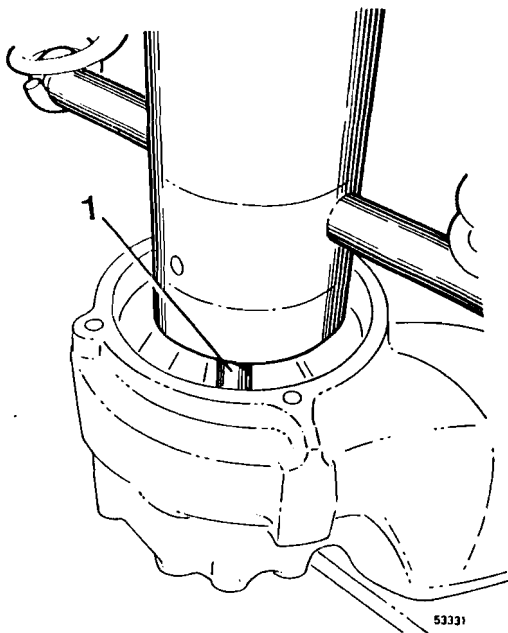

Fig. 242
- 9 Montar el cuerpo de la bomba en una prensa con un apoyo debajo del mismo (en el lado de propulsión) y extraer el anillo de estanqueidad y el muñón junto con el cojinete doble y el engranaje, véase fig. 242. Si el cojinete axial interior permanece en el cuerpo, extraerlo al mismo tiempo.